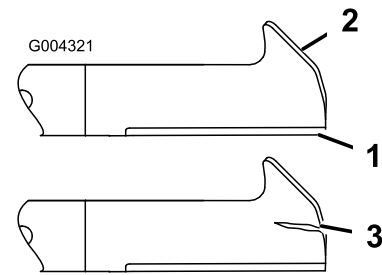

Bild 48
1. Untersuchen Sie die Schnittkanten (Bild 48). Bauen Sie, wenn die Kanten nicht scharf sind oder Kerben aufweisen, die Schnittmesser aus und schärfen sie; siehe Schärfen der Messer.
2. Prüfen Sie die Schnittmesser, insbesondere den gebogenen Bereich (Bild 48). Montieren Sie, wenn Sie Schäden, Verschleiß oder Rillenbildung in diesem Bereich feststellen (Bild 48), sofort ein neues Schnittmesser.